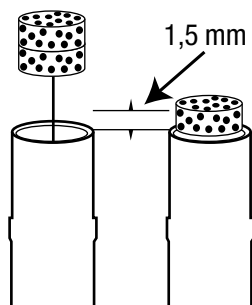

Abbildung 3
4. Setzen Sie den neuen Filter mit trockenen, sauberen, behandschuhten Händen in den Spitzenkegel ein (siehe Abb. 3).